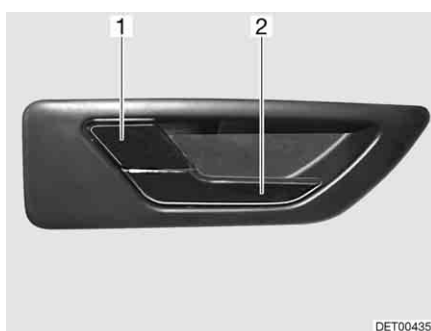

Fig. 47 Serratura della porta conducente, lato interno
- Tirare la maniglia (Fig. 47,2). La serratura della porta si sblocca. La leva di sicurezza (Fig. 47,1) scatta automaticamente all'infuori.
- Premere la leva di sicurezza (Fig. 47,1).